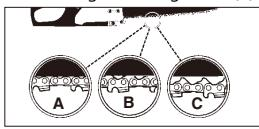

Bild. 5
**⚠️ VORSICHT:** Wenn die Sägekette ZU LOCKER oder ZU STRAFF ist, nutzen sich die Zähne, die Schiene, die Kette und das Kurbelwellenlager schneller ab. Bild. 5 informiert über die richtige kalte Spannung (A) und warme Spannung (B), und dient als Anleitung für weitere Einstellungen der Sägekette (C).